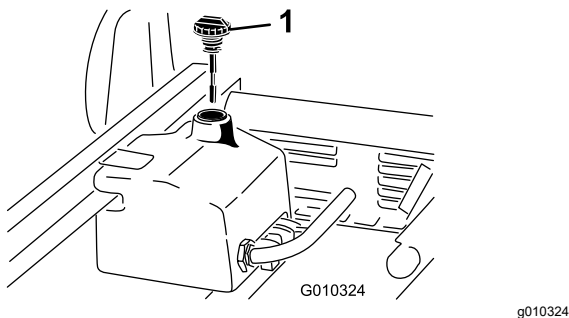

Bild 20
1. Reinigen Sie den Bereich um den Füllstutzen und den Deckel des Hydraulikbehälters (Bild 20).
3. Entfernen Sie den Peilstab (Bild 20) aus dem Füllstutzen und wischen ihn mit einem sauberen Lappen ab.